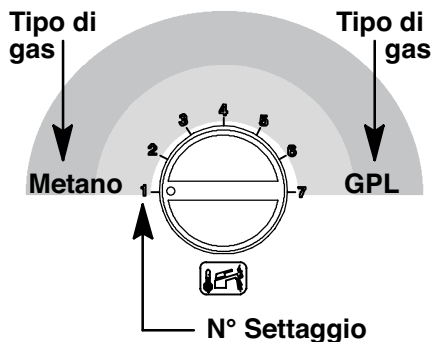

Figura 8.8
- Per cambiare il settaggio ruotare la manopola 17 e posizionarla sulla posizione prescelta, vedi Figura 8.8.